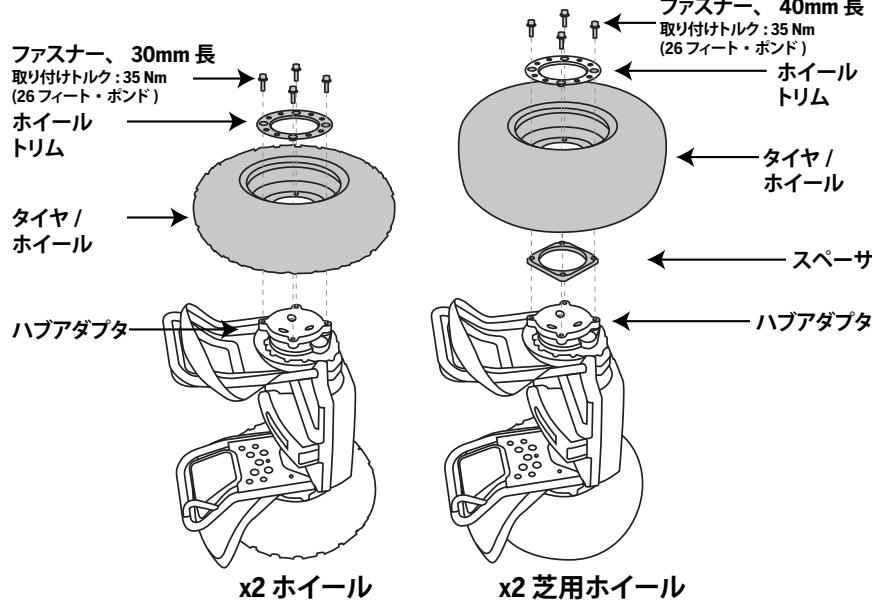

図1. タイヤ / ホイールアセンブリの取り外しと取り付け
2. タイヤ & ホイールアセンブリ、ホイールトリム、スペーサ（x2 芝用のみ）を取り外すには、取り外す方のホイールが上になるようにセグウェイ PT を横に倒し、反対側のホイールは清潔で平坦な面に寝かせます。図1を参照してください。
3. 8mm 六角レンチを使って、(4) 本のファスナーを外します。ホイールが回転しないようにホイールを押さえます。ホイールを持ち上げて、ホイールの取り付け面からゴミを取り除きます。x2 芝用：スペーサも持ち上げて外します。図1を参照してください。
4. タイヤ & ホイールアセンブリを元に戻すには、バルブの柱状部分が外を向くようにしてホイールをハブアダプタにかぶせます。x2 芝用：ハブアダプタにスペーサをかぶせてから、ホイールをスペーサにかぶせます。図1を参照してください。